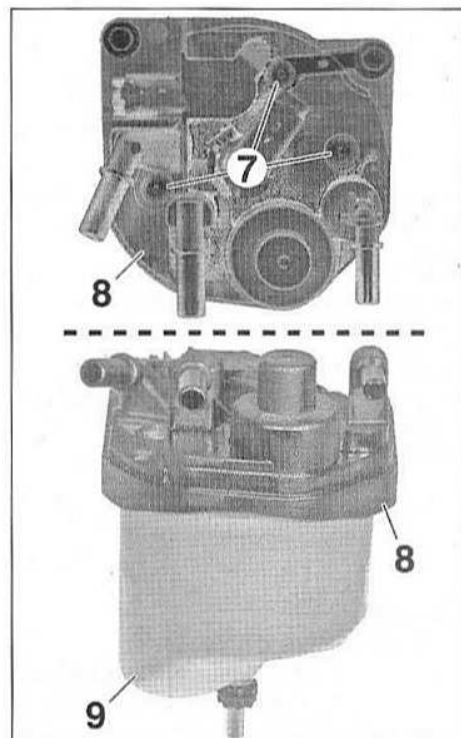

FIG.75
- Déposer les vis (7) (Fig.75).
- Séparer le couvercle (8) de l'élément filtrant (9).